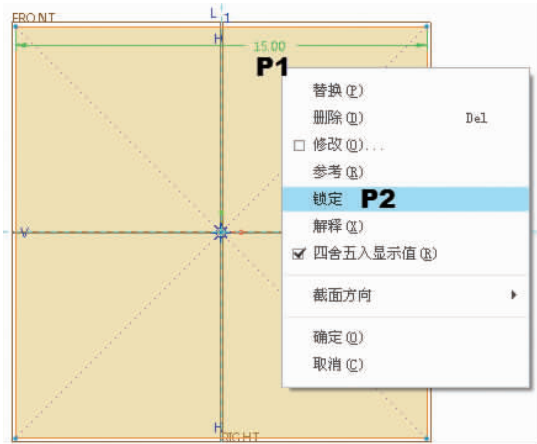

图 3-25 锁定尺寸(一)
- (1) 单击“15”尺寸标注,选中该尺寸。这时尺寸以绿色显示。
- (2) 长按鼠标右键,直到弹出快捷菜单,然后选择“锁定”,如图 3-25 所示。